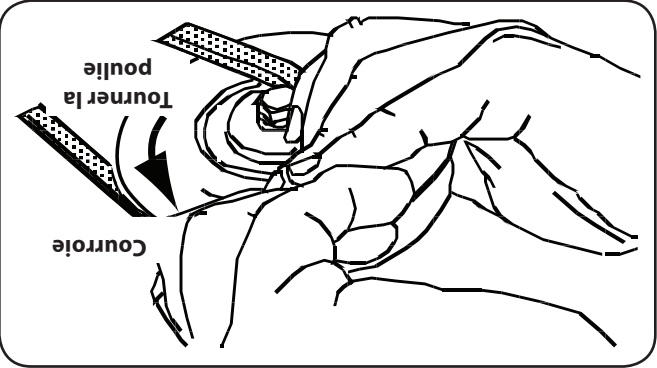

Figure 7-10
10. Tirez sur le côté droit de la courroie et placez le côté étroit en V sur la courroie de la prise de force. Voir la Figure 7-10.
11. Tenez bien la courroie et la poulie et faites tourner la poulie vers la gauche (Voir la Figure 7-10). Continuez jusqu'à ce que la courroie soit bien assise dans la poulie de la prise de force.